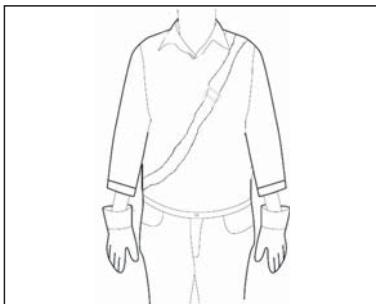

Fig. 7
1. Placez le harnais [3] sur l'épaule gauche en le positionnant de biais sur la poitrine et le dos (Fig. 7).